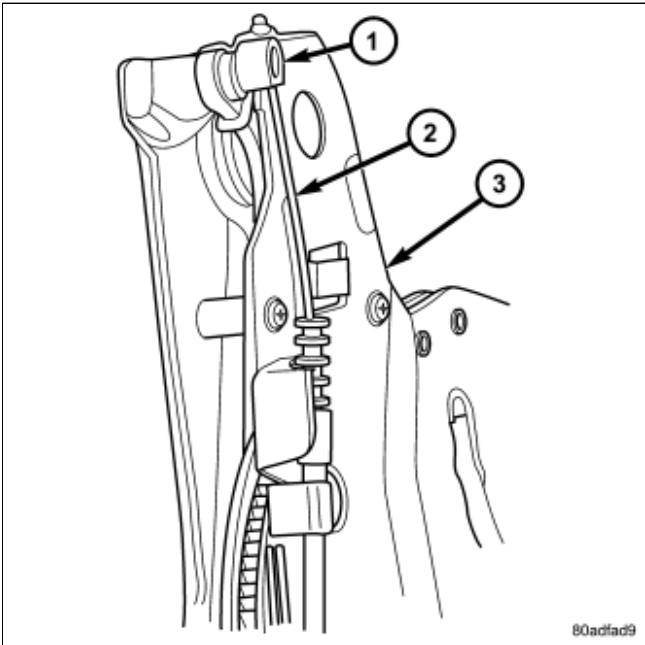

图 1 四人式座椅同步装置电线
- 4. 如果装配有儿童座椅同步装置，断开其电线。\(图 1\)